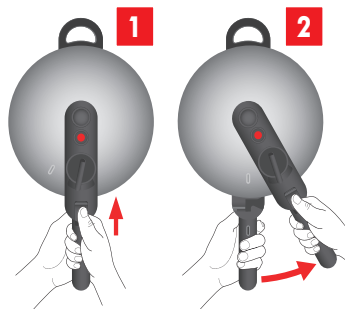

Рис. 18: Открыть крышку
3. Сместите затвор в переднее положение и поверните крышку до упора против часовой стрелки (см. рис. 18).